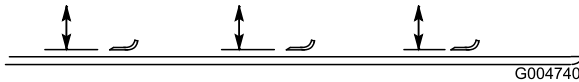

Bild 84
2. Drehen Sie die Schnittmesser, bis die Enden nach vorne und hinten zeigen (Bild 84). Messen Sie von der Innenseite des Mähwerks bis zur Schnittkante an der Vorderseite des Messers. Merken Sie sich dieses Maß.